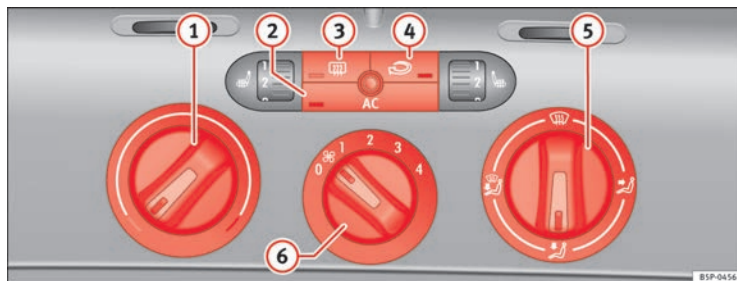

Fig. 106 Mandos del Climatic en el tablero de instrumentos
- Con los reguladores ⇒ fig. 106 ① y ⑤ y con el mando ⑥ se regula la temperatura, la distribución del aire y la velocidad de la turbina.
- Pulse la tecla ②, ③ o ④ para activar o desactivar la función correspondiente. Cuando la función está activa, la ventana situada en la esquina inferior de la tecla se ilumina.
- ① Regulador de temperatura ⇒ página 154
- ② Tecla **AC** – Encender o apagar el grupo refrigerador ⇒ página 154
- ③ Tecla – Luneta térmica. Esta función se apaga automáticamente aproximadamente 20 minutos después de haberla conectado. Se puede desconectar antes pulsando de nuevo la tecla.
- ④ Tecla – Recirculación de aire ⇒ página 156
- ⑤ Regulador de la distribución de aire ⇒ página 154
- ⑥ Mando de la turbina. El caudal de aire tiene 4 niveles de ajuste. La turbina debería funcionar siempre en el nivel más bajo cuando se circule a poca velocidad.
- Encienda el climatizador con la tecla ⇒ **página 153, fig. 106** .